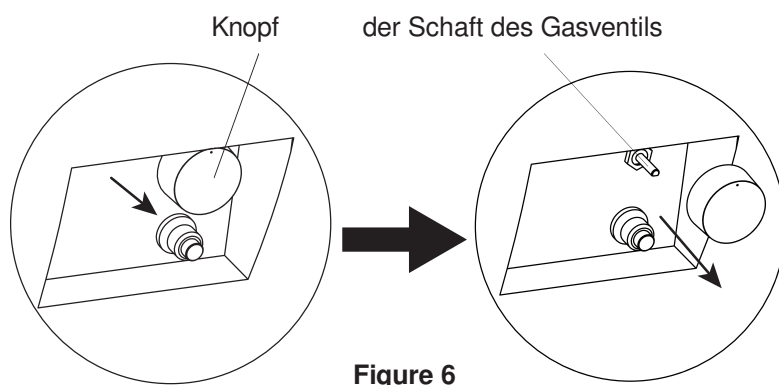

Figure 6
7. Ziehen Sie den Drehknopf vom Ventilschaft ab (siehe Figure 6).